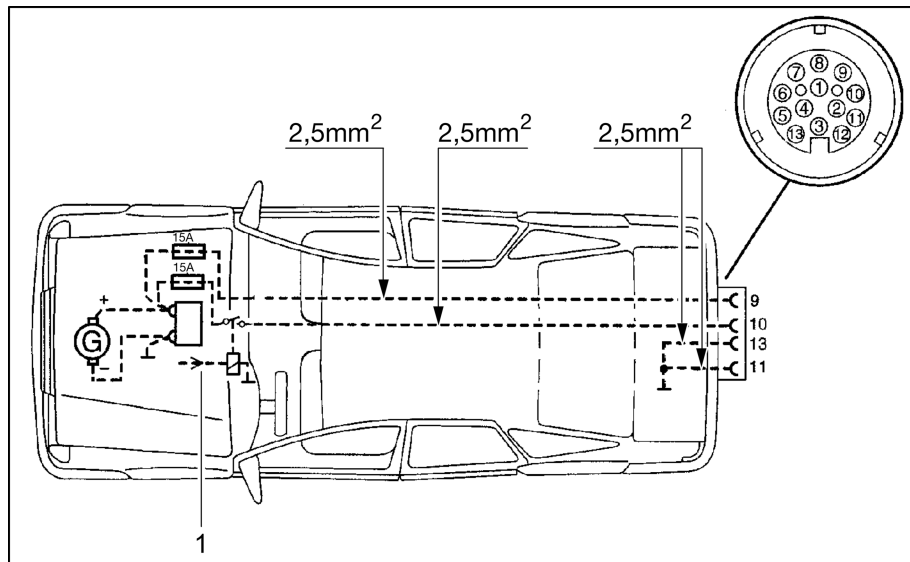

Bild 97 Zugwagen-Installationsplan (Autark-Paket)
- ▷ Das Zugfahrzeug mit den entsprechenden Kabelquerschnitten und einem Relais für die Stromversorgung (gesteuert über Zündung) nachrüsten (siehe Bild 97).